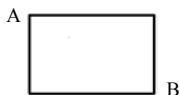

图 2.2.1 普通矩形
可根据矩形的长和宽或矩形的两个对角点的位置来绘制一个矩形。下面以图 2.2.1 为例来说明普通矩形绘制的一般操作步骤。
Step3. 指定矩形的第二角点。在命令行指定另一个角点或 [面积(A)/尺寸(D)/旋转(R)] 的提示下，将鼠标光标移至绘图区中的另一点——点 B 处并单击，以指定矩形的另一个角点，此时系统便绘制出图 2.2.1 所示的矩形并结束命令。